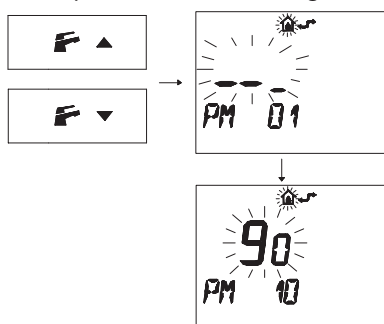

Figura 5.47
- Premere i pulsanti o per visualizzare la programmazione "PM10" selezione della frequenza di accensione (Figura 5.47).
Nella Figura 5.47 si visualizza un SET programmato di **90** corrispondente ad un tempo di riaccensione di 3 minuti circa.